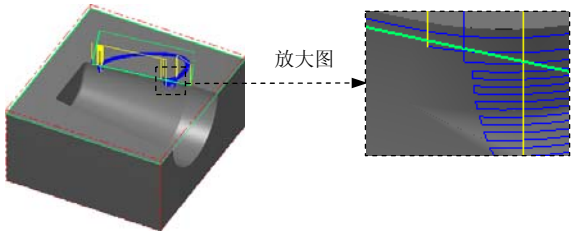

图 21.26 刀具路径
(1) 设置曲面参数。在“曲面粗加工等高外形”对话框中单击 **曲面参数** 选项卡，在 **加工面** 文本框中输入值 0.3，在 **干涉面** 文本框中输入值 0.0，**曲面参数** 选项卡中的其他参数设置保持系统默认设置。
(2) 设置粗加工等高外形参数。在“曲面粗加工等高外形”对话框中单击 **等高外形粗加工参数** 选项卡。在 **Z 轴最大进给量** 文本框中输入 0.5，在 **两区段间的路径过渡方式** 区域选中 **沿着曲面** 单选选项以及“曲面粗加工等高外形”对话框中左下方的 **✓ 切削顺序最佳化** 复选框。
(3) 单击“曲面粗加工等高外形”对话框中的 **✓** 按钮，同时在图形区生成图 21.26 所示的刀具路径。